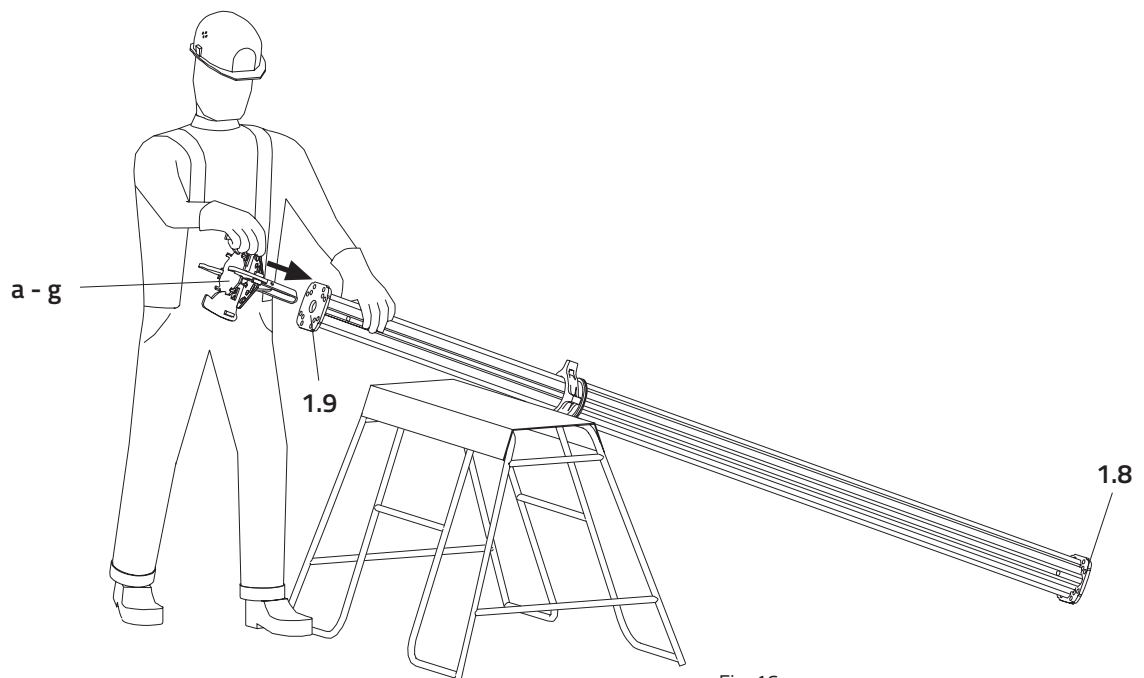

Fig. 16
2. Lad spærrelinken gå i indgreb eller fastgør topgafflen med dorn med klemfjeder. **Fig. 16**